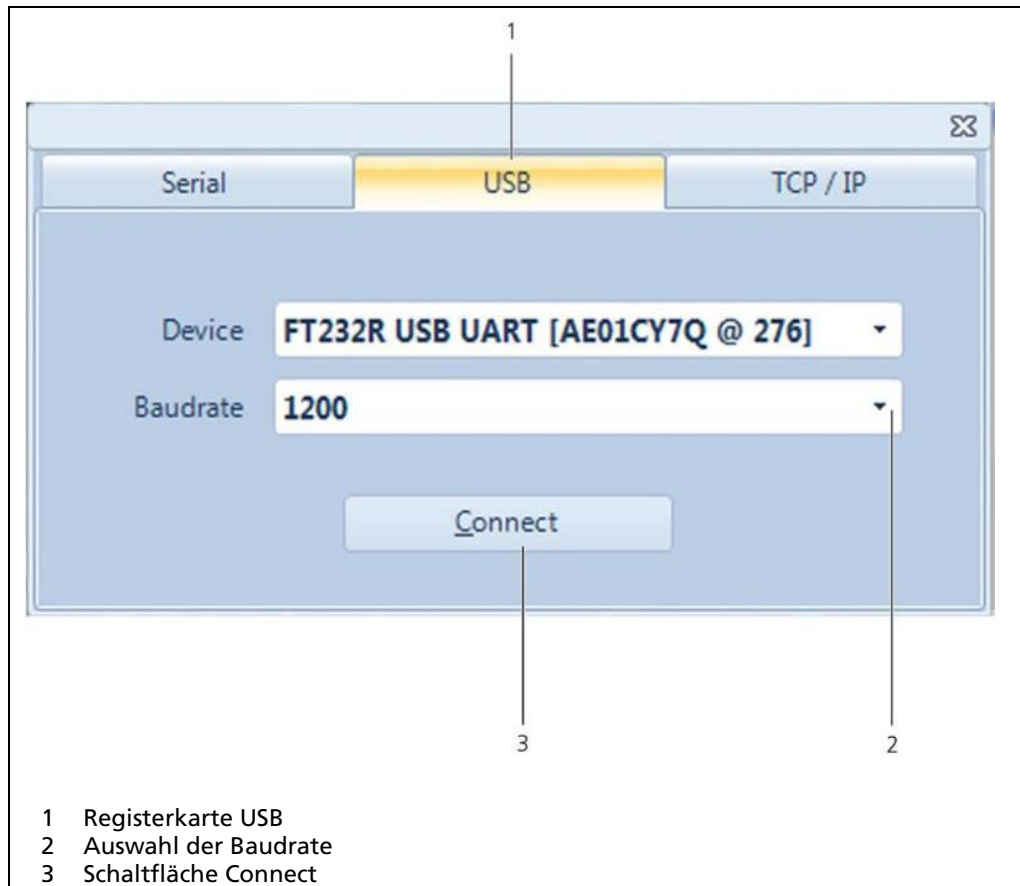

Abb. 27 Verbindungsfenster, Bediensoftware „LB-4700 PC“
- 7. Klicken Sie auf die Registerkarte **<USB>** (Abb. 27, Pos. 1).
- 8. Wählen Sie im Auswahlménü (Abb. 27, Pos. 2) eine Baudrate von **1200** aus.
- 9. Klicken Sie auf **<Connect>** (Abb. 27, Pos. 3).